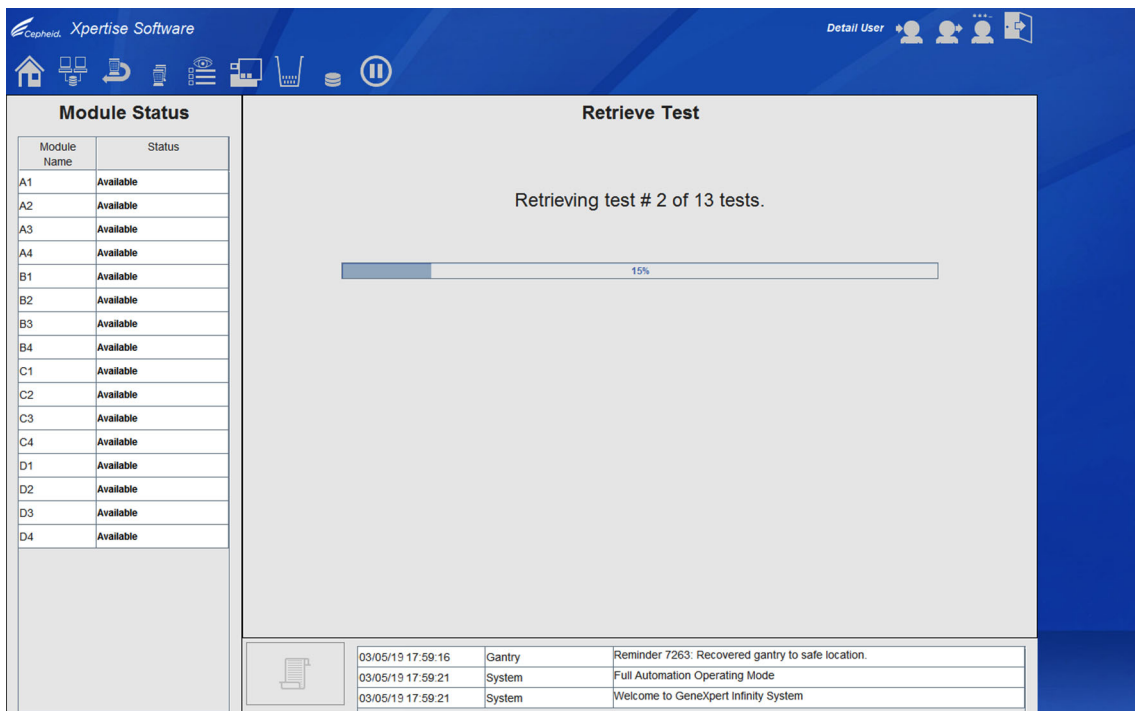
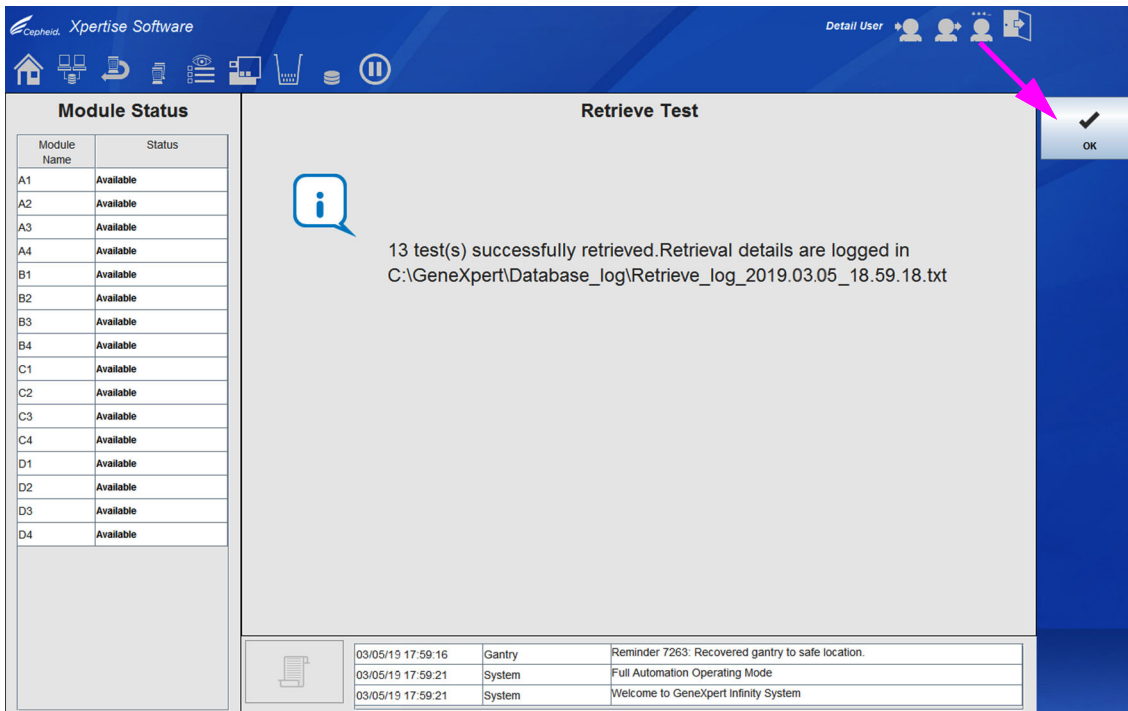

Figura 5-143. Área de trabalho Retrieve Test (Recuperar teste) a mostrar a barra de progresso
Figura 5-144. Área de trabalho Retrieve Test (Recuperar teste) a mostrar recuperação concluída
6. Seleccione o botão **PROCEED (PROSSEGUIR)**. Para arquivos grandes, uma área de trabalho Retrieve Test (Recuperar teste) a mostrar uma barra de progresso, indica o progresso do processo de recuperação de testes (ver Figura 5-143). Vai aparecer uma mensagem a confirmar que os testes foram recuperados. Ver Figura 5-144.